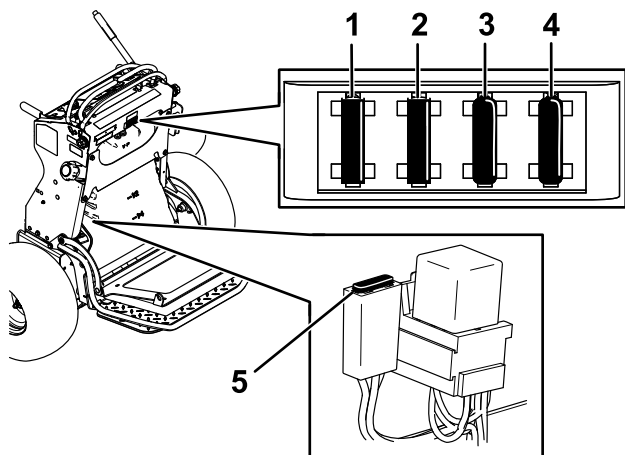

Figura 56
5. Retire el fusible y cámbielo (Figura 56).